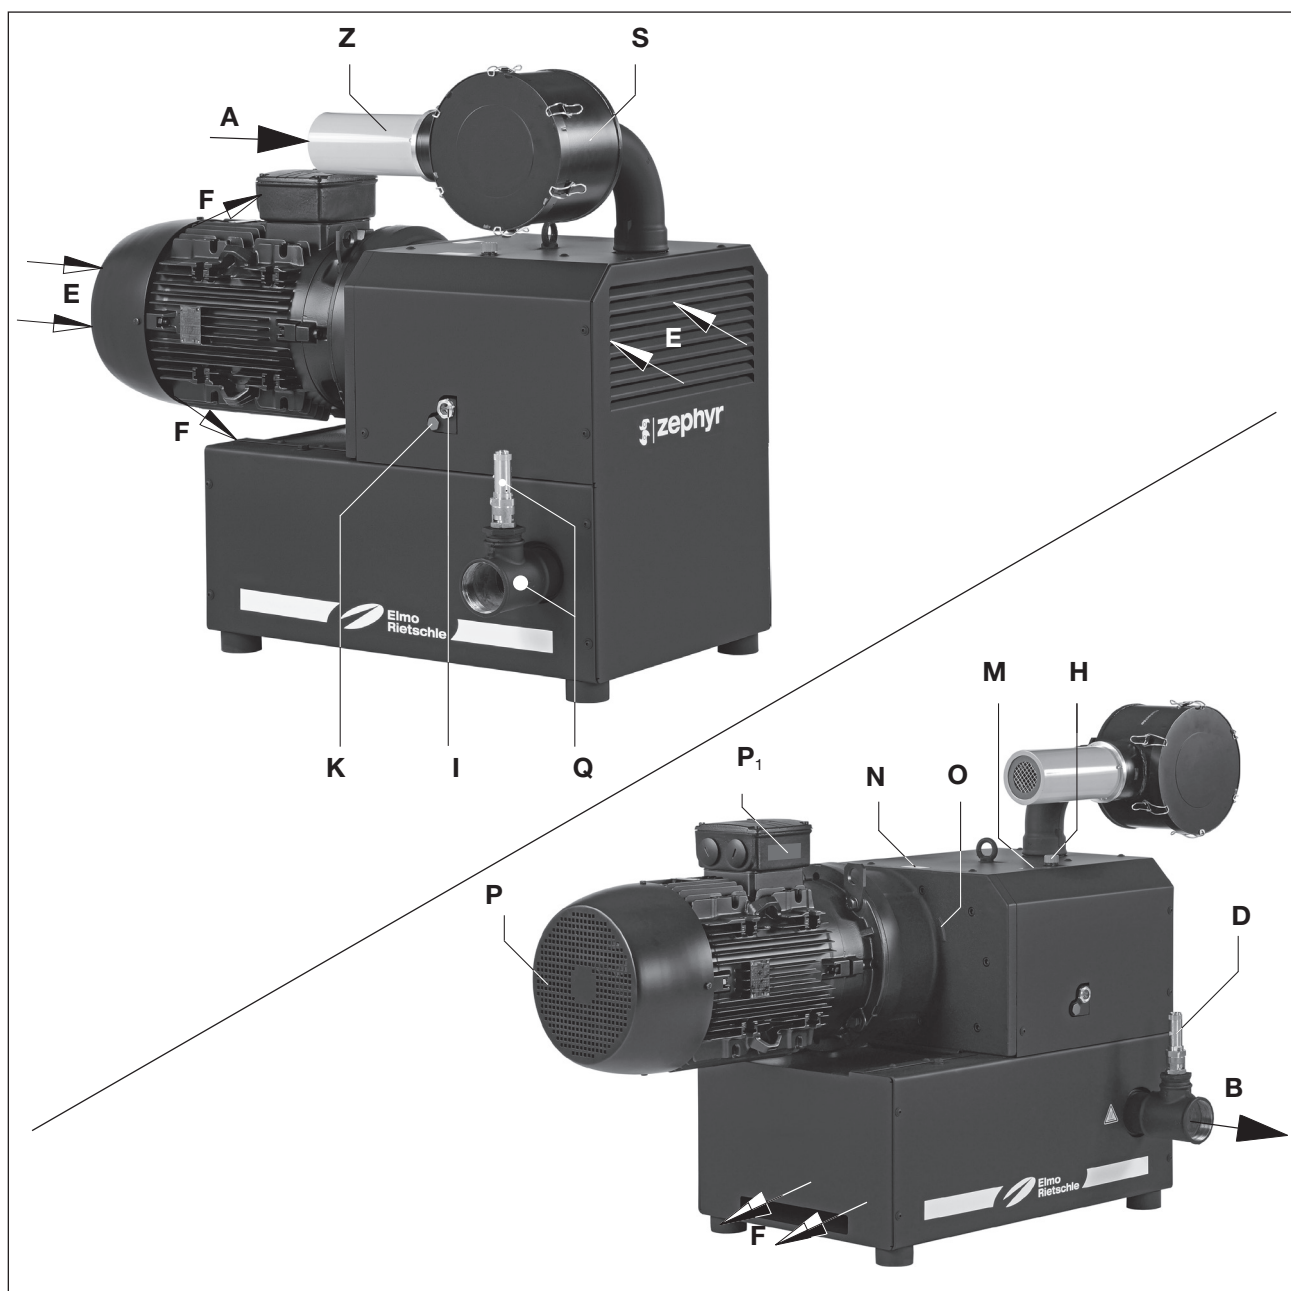

Fig. 2 Compressores C-DLR 401 e C-DLR 501
Os modelos C-DLR 401 e C-DLR 501 são encapsulados através de uma capa de isolamento. De modo a eliminar o calor de compressão, o ar de refrigeração é aspirado com a ajuda de um ventilador de tambor, que aspira o ar de refrigeração (Fig. 2/E) e que solta o ar aquecido pela saída do ar de refrigeração (Fig. 2/F) entre o compressor e a capa.
Como proteção contra sobrecarga é instalada de série uma válvula de segurança (Fig. 2/D).
Estes compressores de garras que giram sem contato entre si C-DLR são adequados para a geração de sobrepressão entre 0 e os valores limite (bar) assinalados na placa de dados (Fig. 2/N). É permitida a operação contínua.
O ponto de enchimento de óleo (Fig. 2/H), os visores de nível de óleo (Fig. 2/I) e os pontos de escoamento de óleo (Fig. 2/K) devem ser de fácil acesso.
As entradas de ar de refrigeração (Fig. 2/E) e as saídas de ar de refrigeração (Fig. 2/F) devem estar a uma distância mínima de 30 cm das paredes adjacentes. O ar de refrigeração libertado não deve voltar a ser aspirado.
Para os trabalhos de manutenção deve existir, em frente ao flange de aspiração (Fig. 2/D), uma distância mín. de 40 cm.
- a) Ligação de pressão em (Fig. 2/B).
- a) O óleo lubrificante (para os tipos de óleo adequados, consulte "Manutenção") para as rodas dentadas e o mancal no ponto de abastecimento de óleo (Fig. 2/H) deve atingir o meio do visor de nível de óleo (Fig. 2/I).
- a) Os dados elétricos do motor são apresentados na placa de dados (Fig. 2/N) ou na placa de dados do motor (Fig. 2/P₁). Os motores estão em conformidade com a norma DIN EN 60034 e foram fabricados de acordo com a classe de proteção IP 55 e a classe de isolamento F. O respectivo diagrama de ligações encontra-se na caixa de terminais do motor (não aplicável na versão com ligação com conector). Os dados do motor devem ser comparados com os dados da rede elétrica existente (tipo de corrente, tensão, frequência da rede, força da rede permitida).
Durante o funcionamento, a temperatura das superfícies dos componentes (Fig. 2/Q) pode ultrapassar os 70 °C.